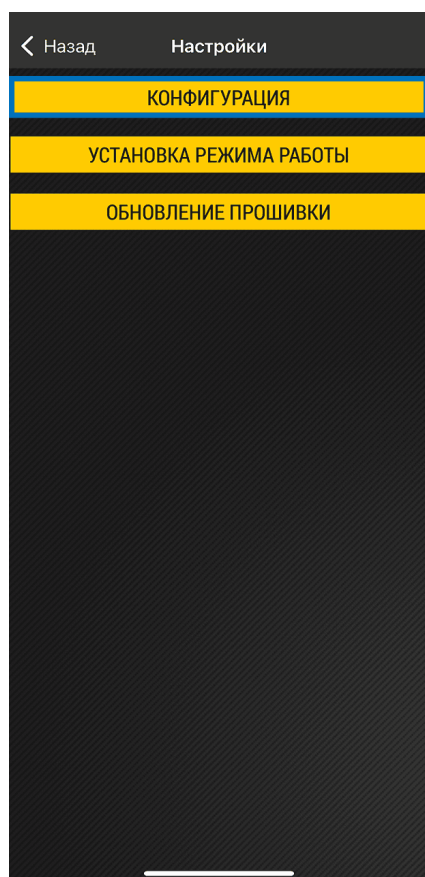
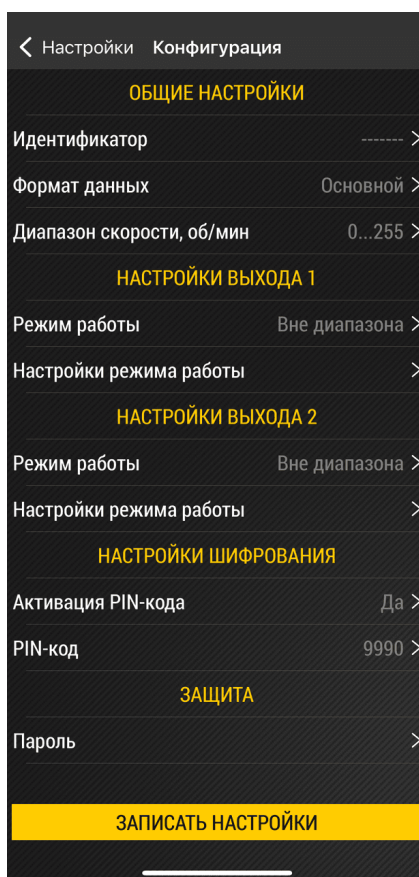

Рис.11. Главное меню
Рис.12. Настройки датчика
1. Выберите в Главном меню вариант **«Конфигурация»** (**Рис.11**). Откроется экран с настройками датчика (**Рис.12**).